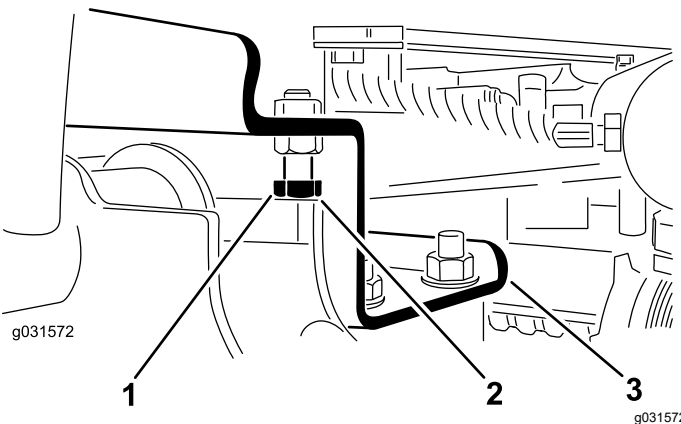

Figure 12
- A. Desserrez les boulons d'arrêt (Figure 12).
2. Vérifiez que l'écartement entre chaque bras de levage et le boulon d'arrêt est compris entre 0,13 et 1,02 mm, comme montré à la Figure 12.